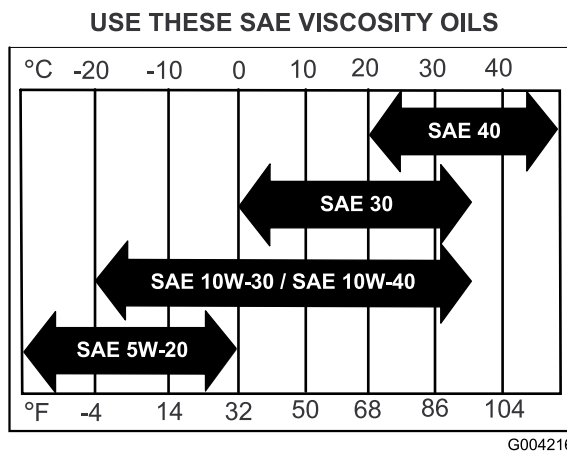

Figure 24
**Viscosité :** Voir le tableau (Figure 24).